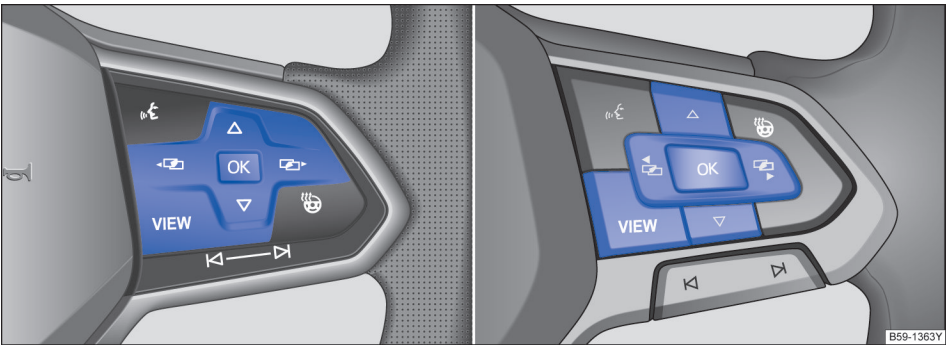

图 20 多功能方向盘右侧：用于操作信息显示器中菜单的按钮
- 若显示屏显示一条信息或汽车象形图，按压多功能方向盘上的按钮  → 图 20，可能需按数次按钮。
- 用多功能方向盘操作：如需浏览选择菜单，按压按钮  或  → 图 20。
- 如需打开选择菜单里的菜单显示项或信息显示项，按压多功能方向盘上的  按钮 → 图 20，或等待数秒钟，直至系统自动打开菜单或显示信息。
- 按压多功能方向盘上按压箭头按钮  或  → 图 20，直到选中所需的菜单项为止。
- 按压多功能方向盘上的  按钮 → 图 20，进行所需更改。“✓”表示所选的某个特定系统或功能处于激活状态。
- 按压多功能方向盘上的  或  → 图 20 即可返回选择菜单。